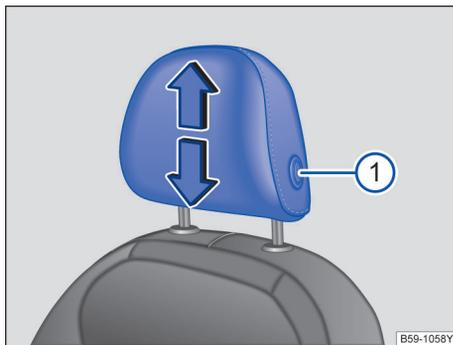

图 76 调整前排头枕
- 按住按钮→图 76①，同时沿箭头方向上推或下压头枕即可将头枕调整至合适高度→▲。